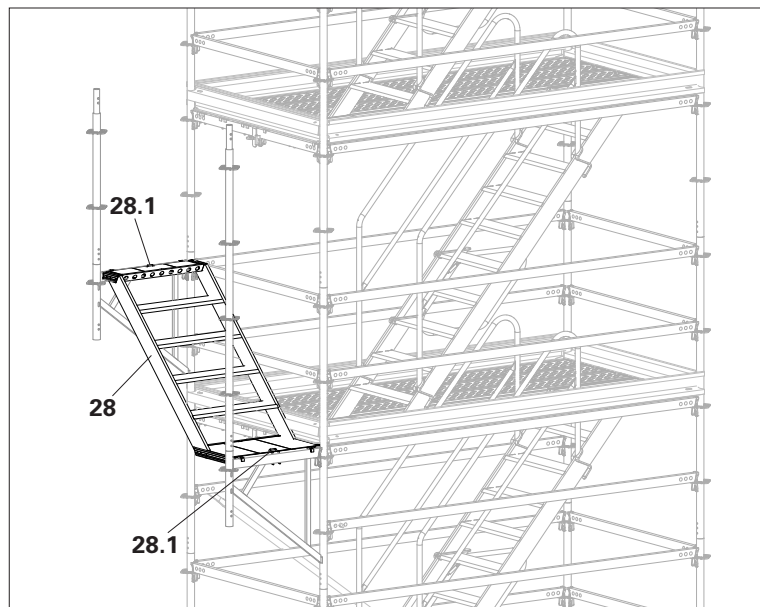

Fig. A8.03
4. Attach the flex stair (**28**). (Fig. A8.03)